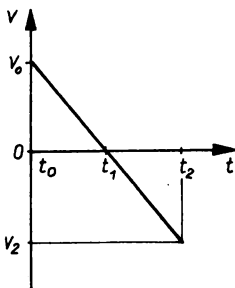

Bild 7
- 2.14** Beschreiben Sie den im Diagramm (Bild 7) dargestellten Bewegungsvorgang.